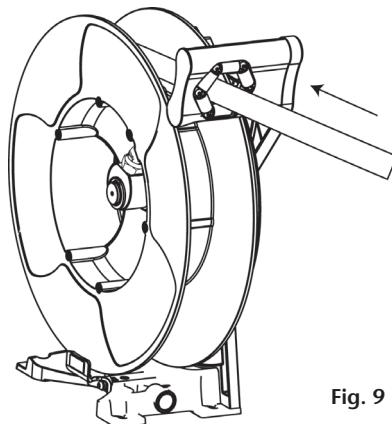

Fig. 9
5. Pull the hose hard enough to release the latch, and slowly allow the hose to retract (fig. 9).
5. Libere el trinquete y acompañe lentamente la manguera al recogerse (fig. 9).
5. Libérer le cliquet tirant doucement sur le flexible et rembobiner lentement et complètement le tuyau en l'accompagnant (fig. 9).
6. Ziehen Sie den Schlauch fest genug, um ihn anschließend aufrollen zu lassen (Fig. 9).